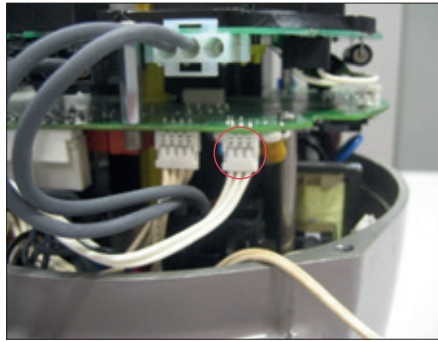

Figura 47
- Collegare il cavo con connettore a 3 pin del modulo OM13 alla scheda logica (Figura 47).